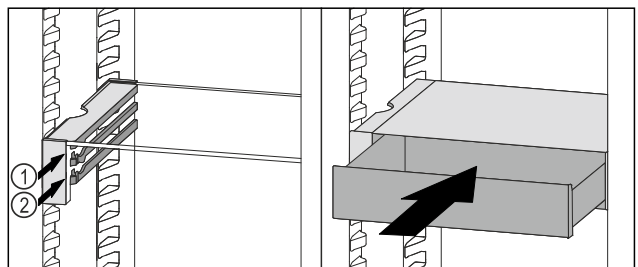

Fig. 183
- VarioSafe-Schubfach hinter den Stoppern auf gewünschter Rippe Fig. 183 (1) oder Fig. 183 (2) aufsetzen.